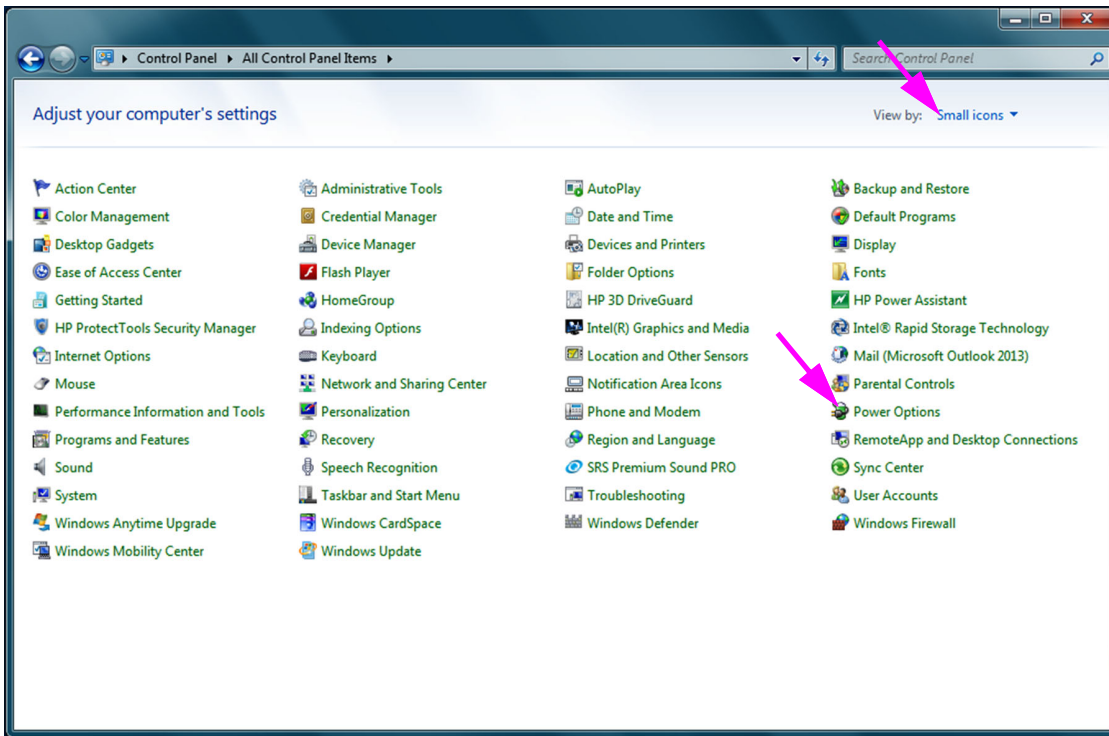

Figura 2-18. Ventana All Control Panel Items (Todos los elementos de Panel de Control)
2. Seleccione el **Control Panel (Panel de control)**. Si la vista está configurada para iconos pequeños, aparece la ventana All Control Panel Items (Todos los elementos de Panel de control), tal como se ilustra en la figura 2-18. Haga clic en **Power Options (Opciones de energía)**.